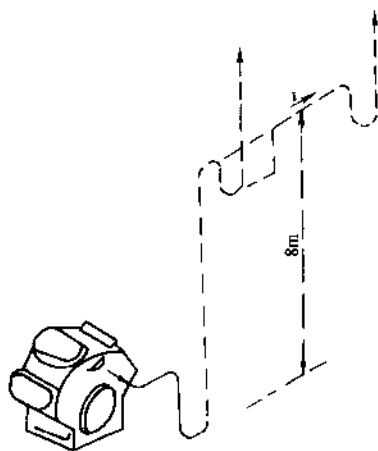

图4 排气管至制冷压缩机的存油弯
- ◆ 用割管器截取适当长度的紫铜管，并制作如图4所示的存油弯（没有油分离器的排气管可不设存油弯）。